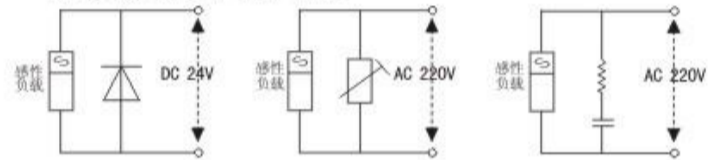

图3-5 感性负载浪涌抑制器的应用
- ◆ 变频器连接感性负载设备时（电磁接触器、继电器、电磁阀等），请务必在该负载线路上使用浪涌抑制器，如图3-5所示。